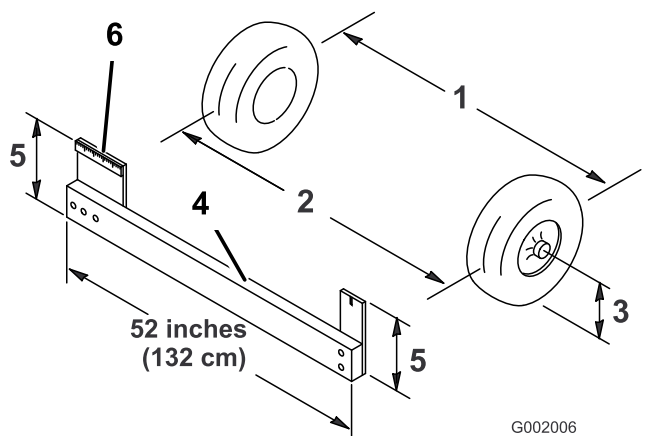

Figura 50
4. Misurate la distanza tra i pneumatici anteriori all'altezza dell'assale, davanti e dietro le ruote (Figura 50).
Nota: Per rilevare la misura posteriore degli pneumatici anteriori all'altezza dell'assale avrete bisogno di un attrezzo o di un calibro di allineamento. Usate lo stesso attrezzo, o calibro di allineamento, per rilevare con precisione la misura anteriore dei pneumatici anteriori all'altezza dell'assale (Figura 50).